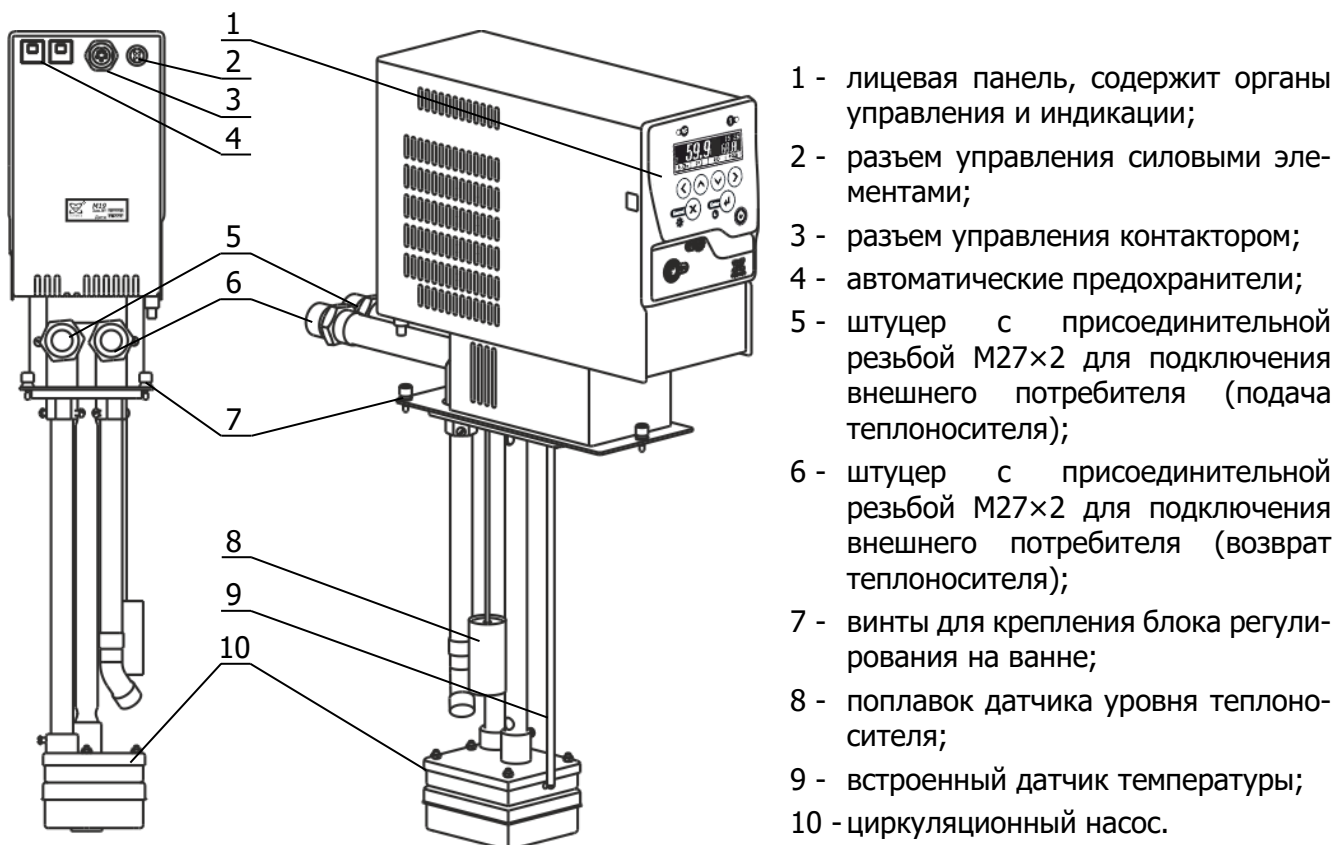

Рисунок 1 – Устройство блока регулирования
1.4.2 Работа блока регулирования заключается в поддержании заданной температуры теплоносителя, циркулирующего в ванне термостата, а также, во внешнем потребителе в случае его подключения. Циркуляция теплоносителя обеспечивается насосом 10 (рисунок 1). Подача теплоносителя внешнему потребителю производится через штуцер 5, а его возврат в ванну термостата — через штуцер 6.